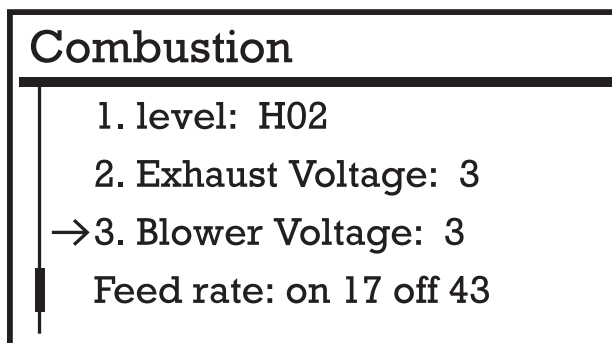

Figure 25
2. À l'aide de la touche de **DÉFILEMENT BAS**, descendre jusqu'à l'option 3 : « **FAN SETTINGS** » (paramètres du ventilateur). Appuyer de nouveau sur **ENTRÉE** pour accéder au menu « **COMBUSTION** ». **VOIR FIGURE 25.**